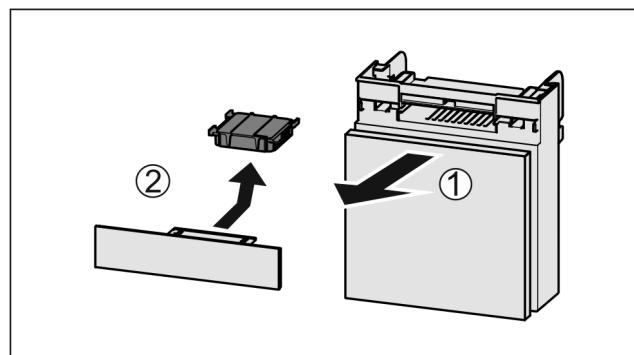

Fig. 135
- Вытянуть Fig. 135 (1) отделение движением вперед.
- Извлечение Fig. 135 (2) фильтра с активированным углем.